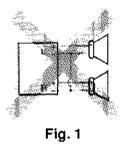
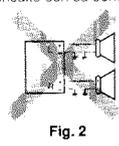
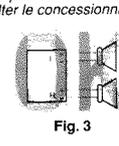

Fig. 1
Fig. 2
Fig. 3
- If the speaker wiring in your car is as illustrated in Fig. 1 and Fig. 2 below, DO NOT connect the unit using that original speaker wiring. If you do, the unit will be seriously damaged. Redo the speaker wiring so that you can connect the unit to the speakers as illustrated in Fig. 3.
- If the speaker wiring in your car is as illustrated in Fig. 3, you can connect the unit using the original speaker wiring in your car.
- Si el conexionado de altavoz de su automóvil es como se indica en las Figs. 1 y 2 de abajo, NO conecte la unidad utilizando ese conexionado de altavoz original. Si lo hace, se producirán daños graves en la unidad. Vuélva a efectuar el conexionado de altavoz de manera que pueda conectar la unidad a los altavoces de la manera indicada en la Fig. 3.
- Si el conexionado de altavoz de su automóvil es como se indica en la Fig. 3, podrá conectar la unidad utilizando el conexionado de altavoz original de su automóvil.
- Si le câblage des enceintes de votre voiture est réalisé comme montré sur la Fig. 1 ou Fig. 2 ci-dessous, NE CONNECTEZ PAS l'appareil en utilisant ce câblage original d'enceintes. Si vous le faites, l'appareil sera sérieusement endommagé. Recommencez le câblage des enceintes de façon que vous puissiez connecter l'appareil aux enceintes comme montré sur la Fig. 3.
- Si le câblage des enceintes de votre voiture est comme montré sur la Fig. 3, vous pouvez connecter l'appareil en utilisant ce câblage original d'enceintes pour votre voiture.